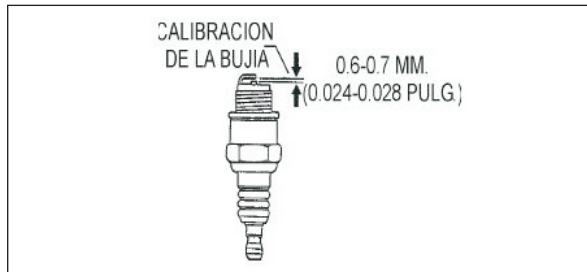

Fig 8. Filtro de aire del motor
- Retire y limpie la bujía (Fig 8), posteriormente ajuste la calibración de la bujía a 0.6-0.7 mm (0.024-0.028 pulg.).